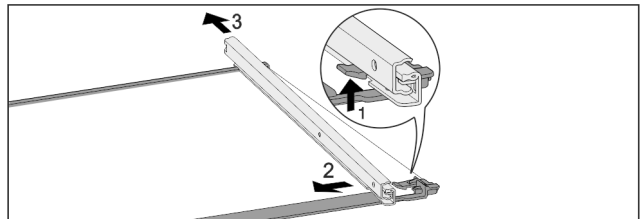

Fig. 104 Placa de vidrio con guías
- ▶ Presione hacia arriba el gancho de retención delantero. Fig. 104 (1)
- ▶ Retire la guía extraíble hacia un lado Fig. 104 (2) y hacia atrás Fig. 104 (3).